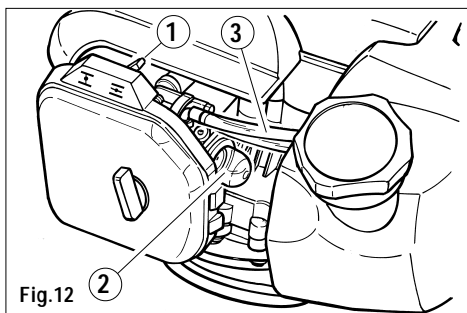

Fig.12
- 3) Deslocar a alavanca do ar situada à direita da tampa do filtro de ar (fig.12 det. 1) na posição .
- 4) Pressione a fundo repetidamente o bolbo primer (fig. 12 det. .2) até o carburante voltar para o reser-
vatório através do segundo tubinho transparente (fig. 12 det. 3).
8) Deslocar para trás a alavanca do ar na posição |ϕ| (fig.12 det. 1).